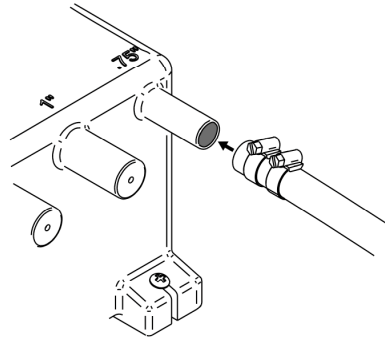

Figura 7. Fijación de la manguera al puerto del depósito
**Paso 3:** Fije todas las carcasas sobre los puertos seleccionados utilizando bridas adecuadas para mangueras, según se muestra en la Figura 7. Verifique que no se produzcan fugas. No apriete excesivamente las bridas de las mangueras.